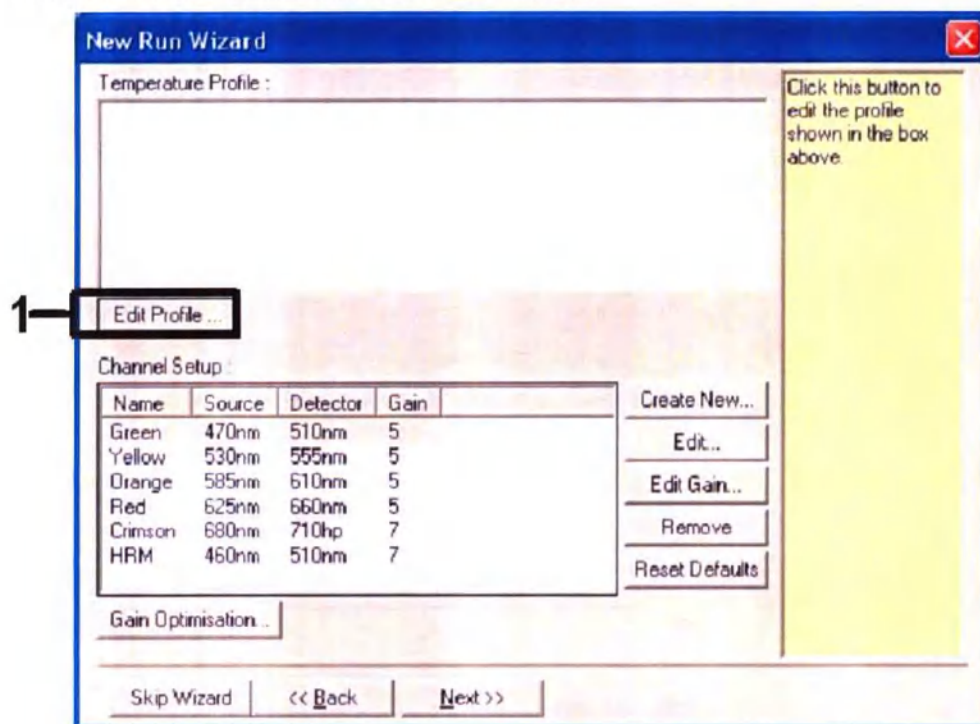

Рисунок 3. Редактирование профиля.
5. Нажмите кнопку "редактировать профиль" (Edit Profile) в диалоговом окне "мастер нового запуска" (New Run Wizard) (см. Рис.3), после чего задайте параметры запуска в соответствии с описанными ниже этапами.